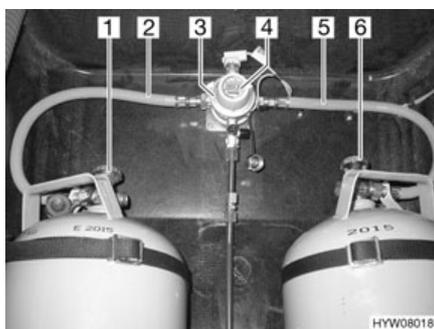
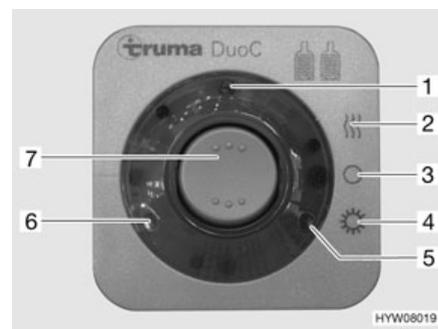

Fig. 155 Instalación de conmutación DuoControl
Fig. 156 Unidad de mando
La instalación de conmutación DuoControl se compone de una válvula selectora (Fig. 155,3) y la unidad de mando (Fig. 156). La válvula selectora está montada entre las gomas del gas (Fig. 155,2 y 5). Con el botón giratorio (Fig. 155,4) en la válvula selectora se puede determinar cuál de las bombonas de gas se utilizará como bombona de servicio y cuál bombona de gas como bombona de reserva.
En la unidad de mando (Fig. 156) únicamente pueden conmutarse las funciones eléctricas. Las llaves de paso principales de las bombonas de gas (Fig. 155,1 y 6) deben abrirse a mano.
La válvula selectora garantiza una presión de gas constante independientemente de cuál sea la bombona de gas que suministre el gas. Las dos luces de control en la unidad de mando indican el nivel de llenado de la bombona de servicio. Al estar encendida la luz de control verde (Fig. 156,6), estará llena
la bombona de servicio. Al estar encendida la luz de control roja (Fig. 156,5), estará vacía la bombona de servicio. Entonces, el suministro de gas se realizará a través de la bombona de reserva.
- Abrir las llaves de paso principales en las bombonas de gas (Fig. 155,1 y 6).
- Con el botón giratorio (Fig. 155,4) en la válvula selectora (Fig. 155,3), seleccionar la bombona de gas de la que habrá de tomarse el gas principalmente (bombona de servicio). Girar el botón giratorio siempre hasta el tope.
- Conectar la instalación de conmutación DuoControl en la unidad de mando (Fig. 156). Para ello, ajustar el interruptor basculante (Fig. 156,7) en modo de invierno "On y calentar" (Fig. 156,2) o en modo de verano "On" (Fig. 156,4). Ahora, estará purgada de aire la válvula selectora. La luz de control amarilla (Fig. 156,1) estará encendida al haber seleccionado el modo de invierno y estando conectado el deshelador de regulador.
- Poner el interruptor basculante (Fig. 156,7) en "O" (Fig. 156,3). La luz de control amarilla (Fig. 156,1) se apaga.
- Cerrar las llaves de paso principales en las bombonas de gas (Fig. 155,1 y 6).
Las luces de control en la unidad de mando (Fig. 156,5 y 6) señalizan en el interior del vehículo si la bombona de servicio está dispuesta para el funcionamiento.
En caso de que luz de control verde (Fig. 156,6) se apague durante el servicio y se encienda la luz de control roja (Fig. 156,5), estará vacía la bombona de gas seleccionada como bombona de servicio y deberá ser cambiada. La bombona de reserva seguirá suministrando gas a los consumidores de gas.